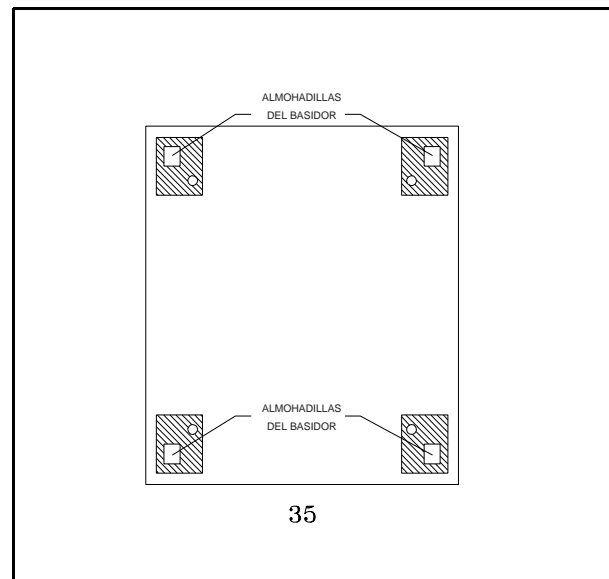
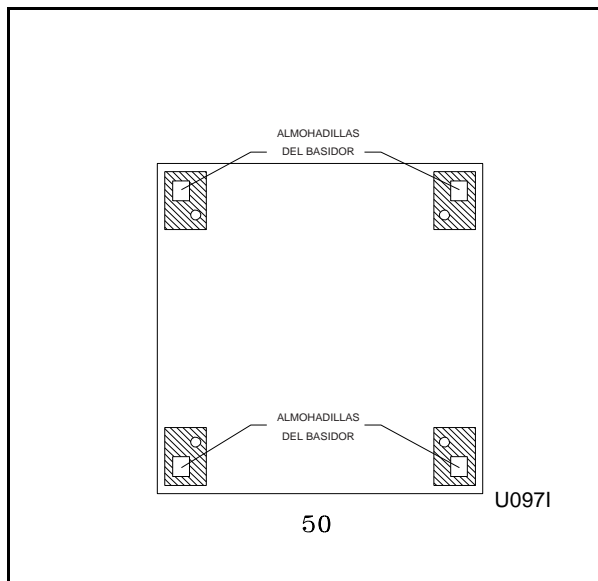
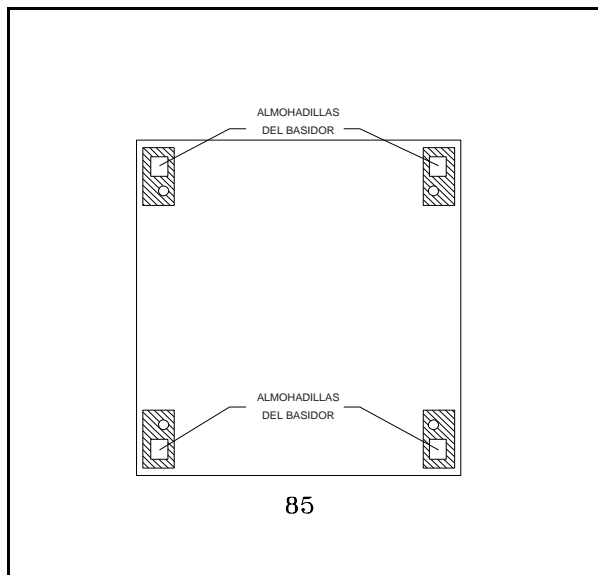

Figura 9
Figura 10
Figura 11
5. Rellene el espacio entre la base de la lavadora extractora y el piso con lechada de buena calidad para maquinaria, que no encoja, para asegurarse de que la instalación quede estable. Vea en la Figura 9 los detalles de aplicación de lechada en el modelo de 35 libras de capacidad. Vea en la Figura 10 los detalles de aplicación de lechada en el modelo de 50 libras de capacidad. Vea en la Figura 11 los detalles de aplicación de lechada en el modelo de 85 libras de capacidad.